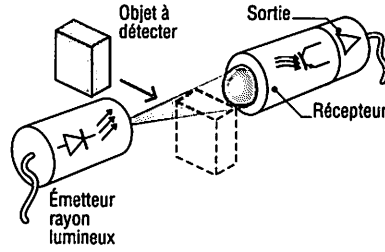

Fig. 14 : Disposition type barrage.
- en barrage, le faisceau lumineux est coupé par l'objet (fig. 14) ;